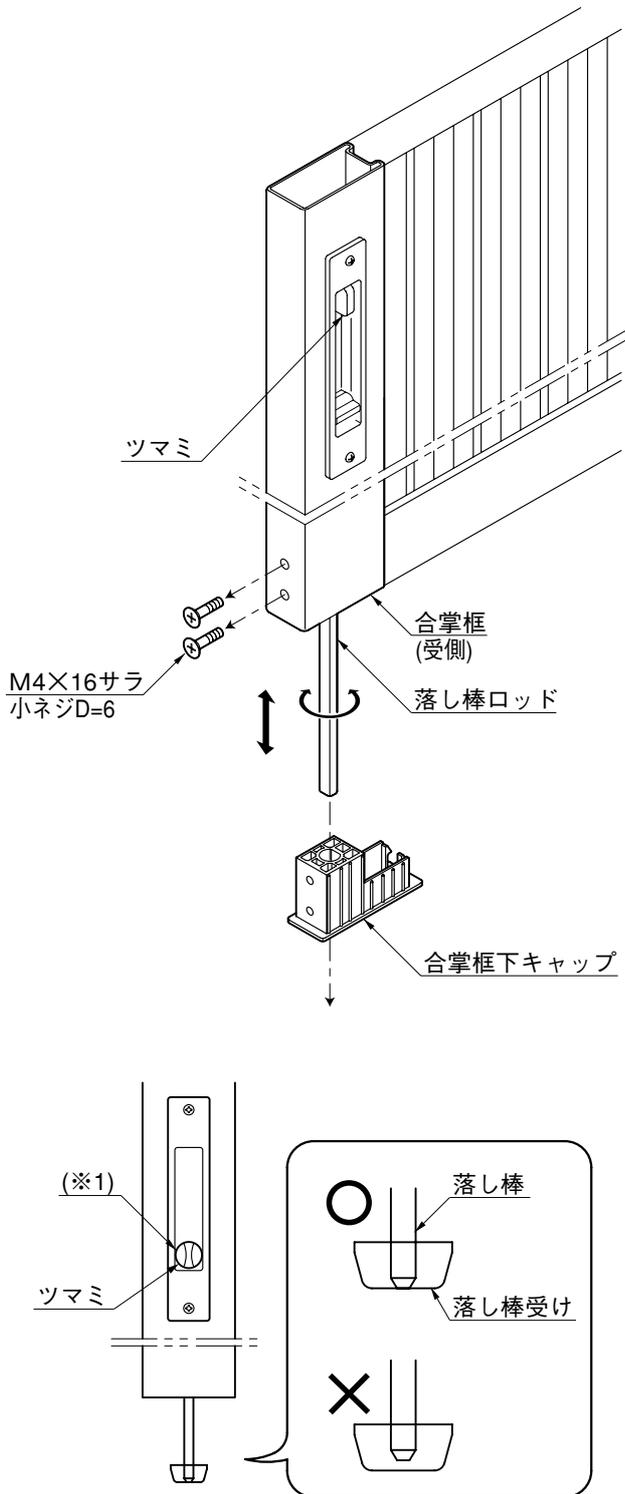

図7-1
- 落とし棒を落とし、つまみをタテにして固定したとき、落とし棒ロッド先端と落とし棒受け底面との間にすき間があるときは、以下の手順で高さ調整を行ってください。(図7-1参照)